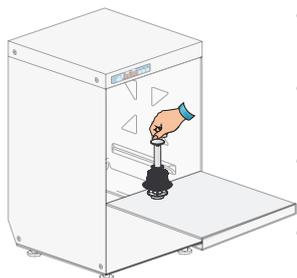
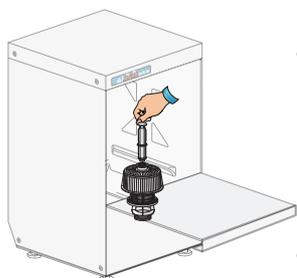

Abb. 1
Abb. 2
- Überprüfen Sie, ob der Filter korrekt eingesetzt ist (Abb. 1-Abb. 2).
- Führen Sie das Überlaufrohr in den entsprechenen Sitz im Beckeninneren (Abb. 1-Abb. 2).